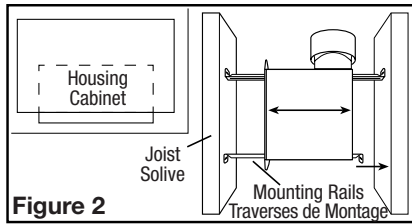
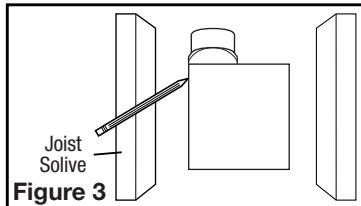

Figure 2
Figure 3
1. Install the rails into the mounting channel on the housing. Center the mounting channel in the slots on the housing, then from inside the housing tighten the mounting channel screws so the channel is securely in place. Position the housing next to the joist. Line up housing so that it will be flush with the finished ceiling. Secure the ends of the rails with screws or nails (not included) to the joists and slide the housing into the final position (Figure 2).
1. Set housing in position between the joist and trace an outline onto the ceiling material (Figure 3). Set housing aside and cut opening, being careful not to cut or damage any electrical or other hidden utilities. Install the rails into the mounting channel on the housing. Center the mounting channel in the slots on the housing, then from inside the housing tighten the mounting channel screws so the channel is securely in place. Position the housing in the previously cut hole so that it is flush with the finished ceiling. Secure the ends of the rails to the joists (Figure 2).
1. Installez les rails dans le canal de montage sur le boîtier. Centrez le canal de montage dans les fentes sur le boîtier, puis de l'intérieur du boîtier, serrez les vis de montage de sorte que le canal soit bien en place. Placez le boîtier à côté de la solive. Aligner le châssis pour qu'il soit de niveau avec le plafond fini. Fixez les extrémités des rails aux solives avec des vis ou des clous (non inclus) et glissez le boîtier dans la position finale (Figure 2).
1. Placer le boîtier en place entre les solives et tracez un contour sur le matériel du plafond (Figure 3). Mettez le boîtier de côté et découpez l'ouverture, en faisant attention de ne pas couper ou endommager les installations électriques ou d'autres utilités masquées. Installez les rails dans le canal de montage sur le boîtier. Centrez le canal de montage dans les fentes sur le boîtier, puis de l'intérieur du boîtier serrez les vis de montage de sorte que le canal soit bien en place. Positionnez le boîtier dans le trou préalablement découpé de sorte qu'il soit aligné avec le plafond fini. Fixez les extrémités des rails aux solives (Figure 2).